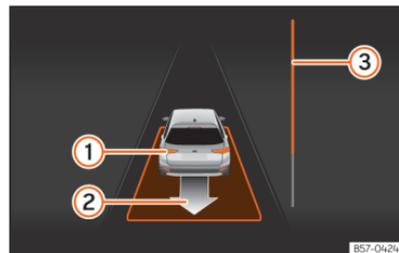

Fig. 143 No ecrã do painel de instrumentos: sair do estacionamento de um lugar em paralelo.
- Retroceda até soar o sinal contínuo do ParkPilot; **OU:** faça marcha-atrás até aparecer a indicação de fazer marcha à frente no ecrã do painel de instrumentos. A barra de progresso **>>> Fig. 143** **3** indica a distância a percorrer .